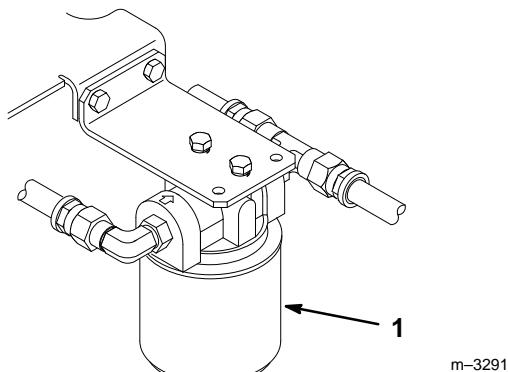

Figure 44
3. Placer un bac de vidange sous le filtre, déposer le filtre usagé et essuyer la surface de joint de l'adaptateur de filtre pour qu'elle soit propre (Fig. 44).